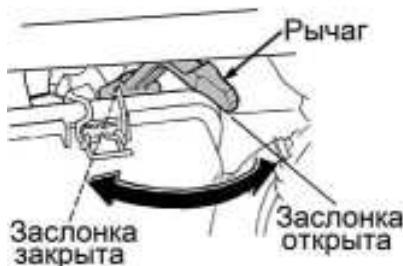

Рис. 8 Рычаг управления воздушной заслонкой карбюратора
- Закройте воздушную заслонку карбюратора Рис. 8.